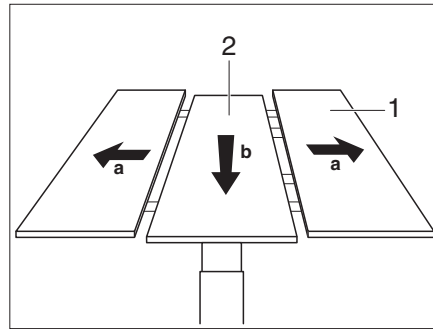

Bild 97 Fäll upp mittendelen
- Dra bordets ytterdelar (Bild 97,1) från varandra.
- Tryck bordets mittendel (Bild 97,2) kraftigt neråt. Mittendelen trycks uppåt med fjäderkraft.
- Tryck bordets mittendel (Bild 97,2) kraftigt neråt. Mittendelen hakar fast i det undre läget.